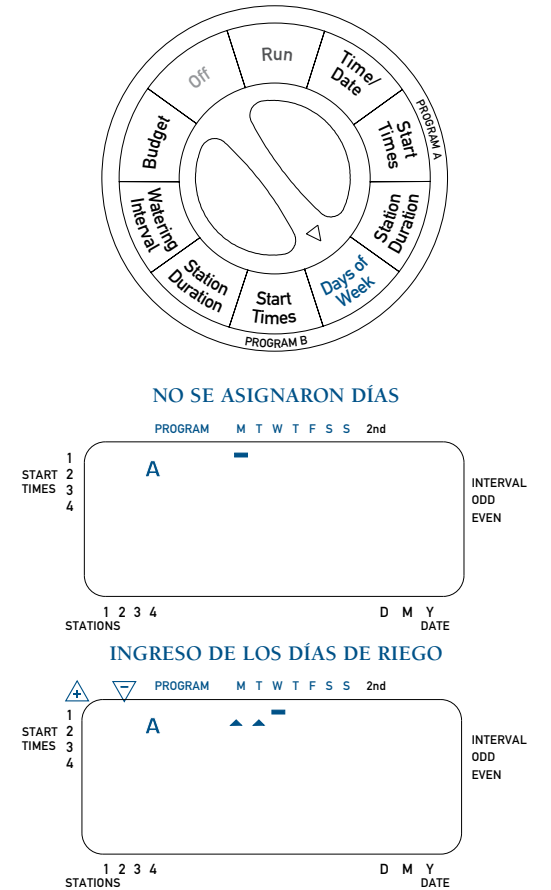

Figura 5: pantalla LCD que muestra los días de riego
- Gire la perilla rotativa hasta llegar a la posición **DAYS OF WEEK (DÍAS DE LA SEMANA)** en el «Programa A». La pantalla mostrará una «A» y el cursor parpadeará debajo de los días M, T, W, T, F, S, S (L, M, M, J, V, S, D), lunes, martes, etc. [Ver la Figura 5]
- Pulse la tecla **ENTER (INGRESAR)** para activar el riego el lunes. Aparecerá una flecha debajo de «m» (lunes) y el cursor avanzará hasta el martes («T»). Presione **ENTER (INGRESAR)** para activar el riego el martes o **NEXT (SIGUIENTE)** para omitir ese día. [Ver la Figura 5] Repita estos pasos para todos los días de la semana.